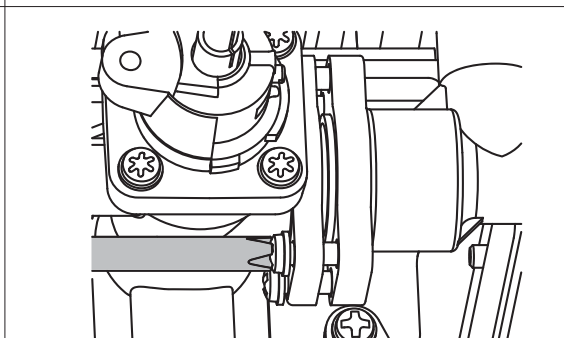

fig. 11
- Svitare le 4 viti della valvola gas (fig. 11)